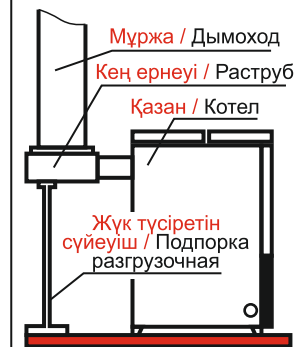

Рисунок 7. Схема соединения котла со стальной дымовой трубой
- 7) в случае установки дымовой трубы большой массы, необходимо разгрузить котел от ее веса (под дымоход установить подпорку) (см. рисунок 7).